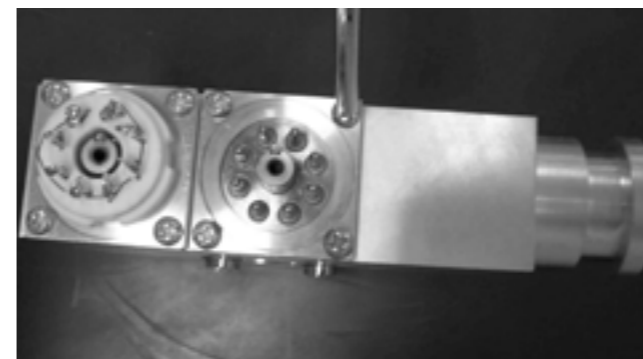
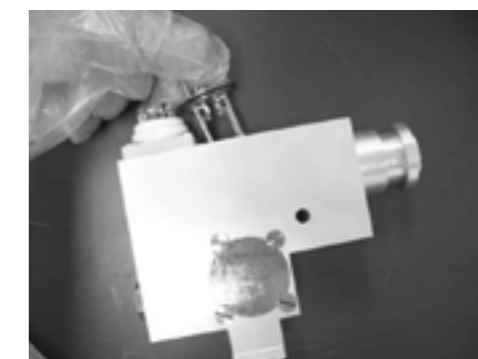

图 3-5 卸下离子源固定钉
图 3-6 取出离子源
6. 卸下固定离子源法兰的 4 个固定钉（图 3-5），并取出离子源（图 3-6）。